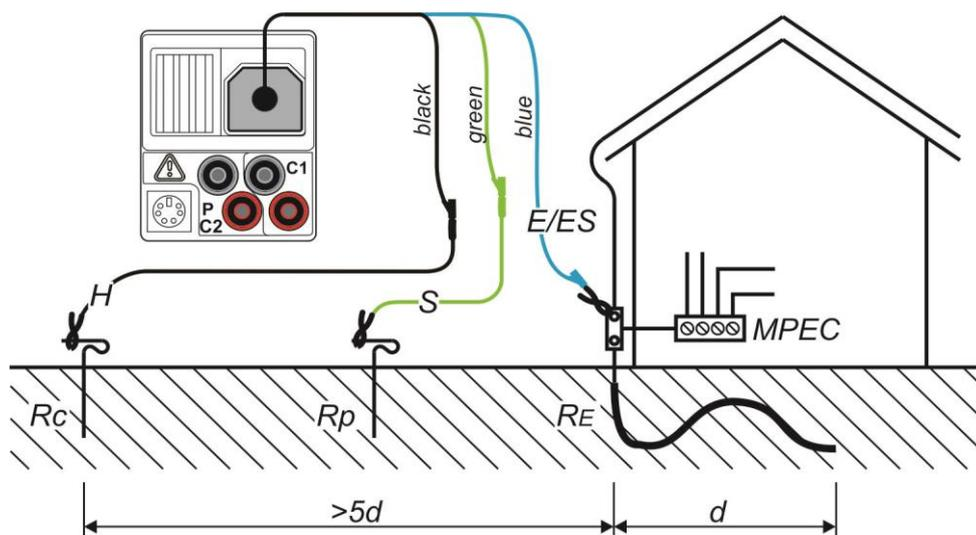

Abbildung 5.33: Erdungswiderstand, Messung der Haupterdung der Anlage
- **Schließen** Sie die Prüflleitungen am Prüfling an (siehe Abbildung 5.33 und 5.34).